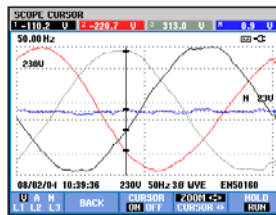

Figure 17-3. Forme d'onde, curseur et zoom activés
- Appuyez sur F4 pour transformer les touches de direction en zoom (voir figure 17.3). Vous pouvez à présent employer les flèches gauche et droite pour agrandir ou réduire les formes d'onde horizontalement. Utilisez les flèches haut et bas pour effectuer la même opération verticalement. Si le curseur est activé, le zoom horizontal s'opère de façon symétrique autour du curseur. Dans le cas contraire, le zoom horizontal démarre au centre de l'écran. Le zoom vertical s'opère également à partir du centre de l'écran.